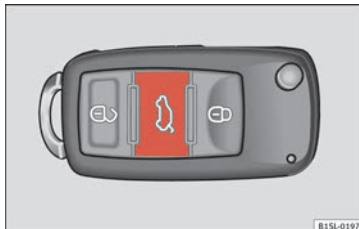

Fig. 37 Na chave do veículo: botão para destrancar e abrir a porta do porta-bagagens.
- Pressione o botão  da chave do veículo » **Fig. 37** durante aproximadamente um segundo para destrancar a porta do porta-bagagens.